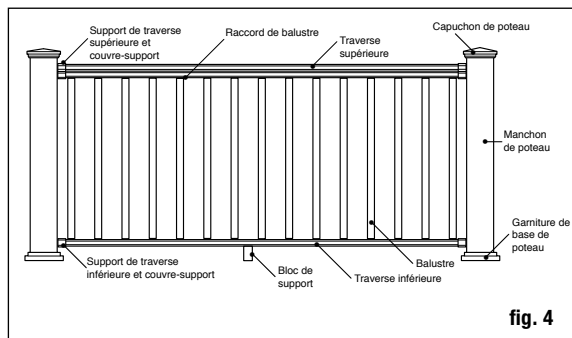

fig. 4
Étape 5 Taillez les manchons de poteaux à leur longueur. Les manchons de poteaux devraient être d'au moins 3,6 cm (1-1/2 po) plus long que la hauteur du garde-corps (fig. 4). Exemple : Pour un garde-corps de 91 cm (36 po) de haut, découpez le manchon à au moins 95 cm (37 1/2 po), mais pouvant être laissé plus long si vous le désirez. Glissez un manchon de poteau taillé sur chaque poteau de garde-corps. Les manchons des poteaux devraient glisser facilement sur ceux-ci. NE FORCEZ PAS le manchon sur le poteau. Les poteaux vrillés ou tordus devraient être remplacés. Glissez une garniture de base de poteau (facultative) sur chaque manchon de poteau pour offrir un beau fini. *Remarque : Il est recommandé d'installer la garniture de base de poteau avant la traverse inférieure. Cependant, la conception à deux pièces permet à l'installateur d'ajouter la garniture de base de poteau après l'installation de la traverse. Pour installer, appliquez une fine couche d'adhésif clair de construction pour l'extérieur, à l'intérieur de la garniture du poteau, là où elle entrera en contact avec le manchon de poteau, puis insérez en place, autour de la base du manchon de poteau.*